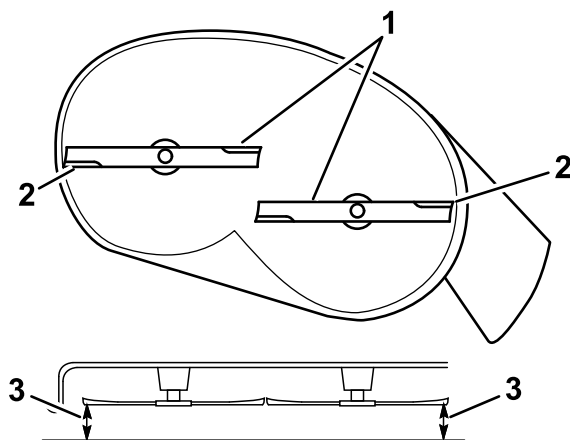
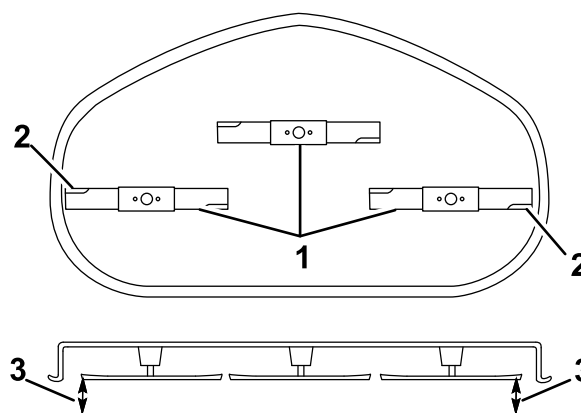

Figure 63
Figure 64
5. Mesurez la distance entre les tranchants extérieurs et la surface plane (Figure 63 et Figure 64).